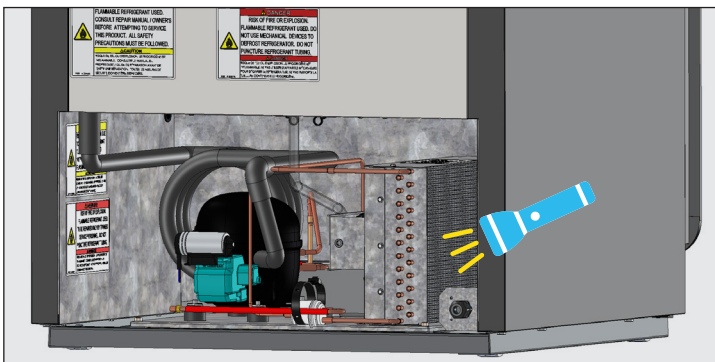

Fig. 4. Vérifiez que toutes les obstructions ont bien été éliminées.
4. Une fois la saleté retirée de la surface du serpentin, utilisez une lampe torche pour vérifier que vous voyez correctement à travers le serpentin. Voir fig. 4.